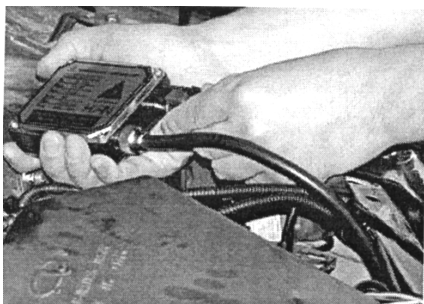

图 11-31 安装放大器
- 3) 如图 11-31 所示,根据安装线路要求给内附线组装上原灯泡的插接器和放大器。